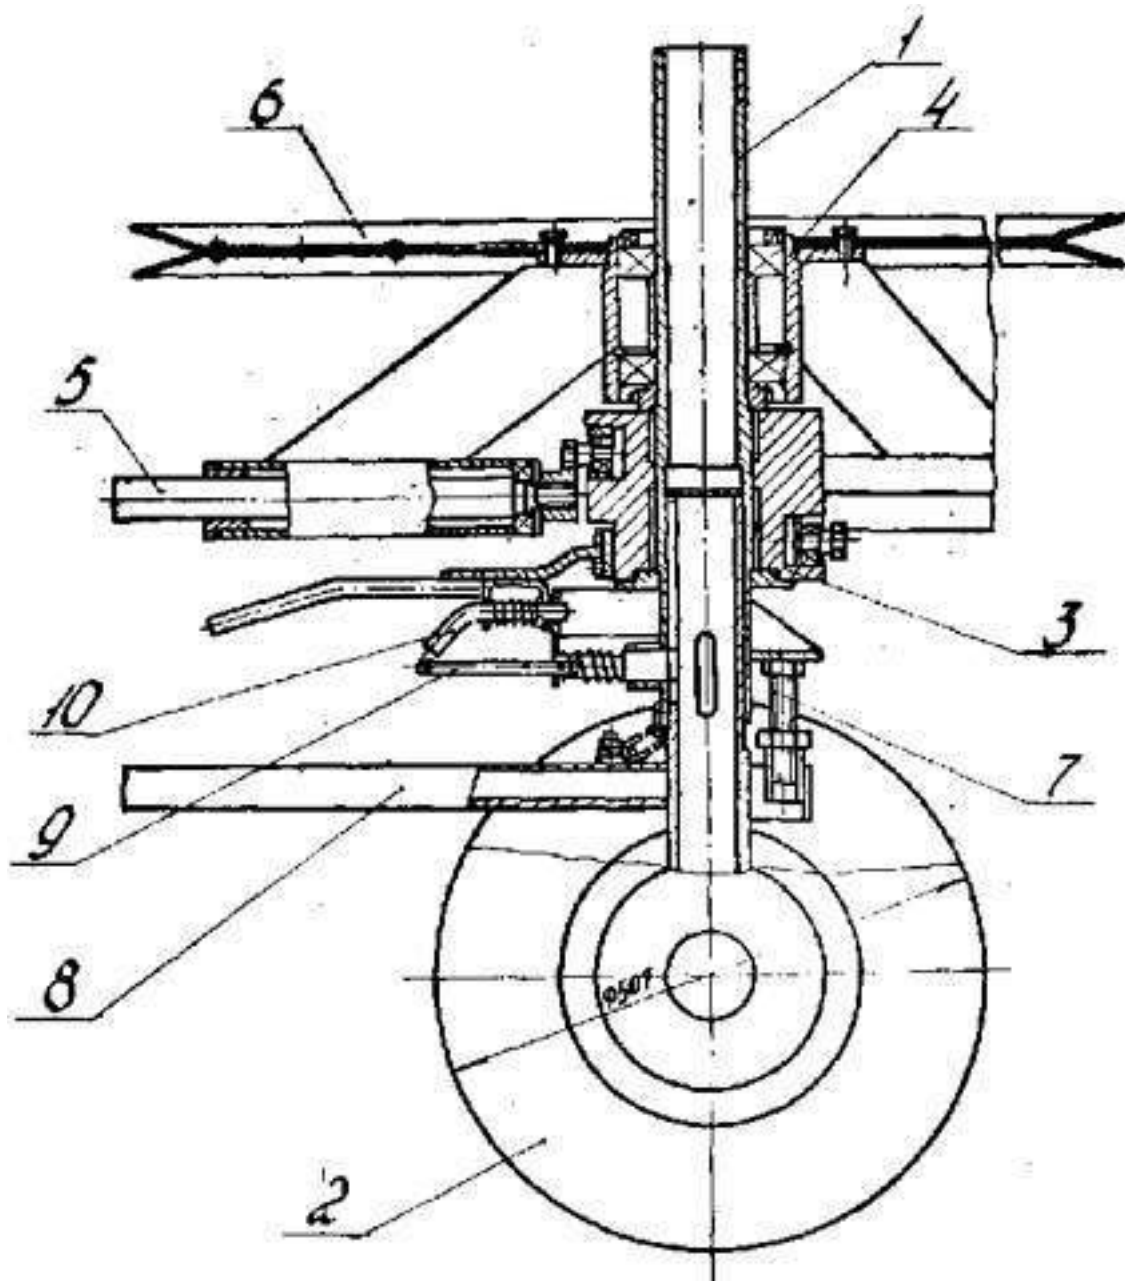
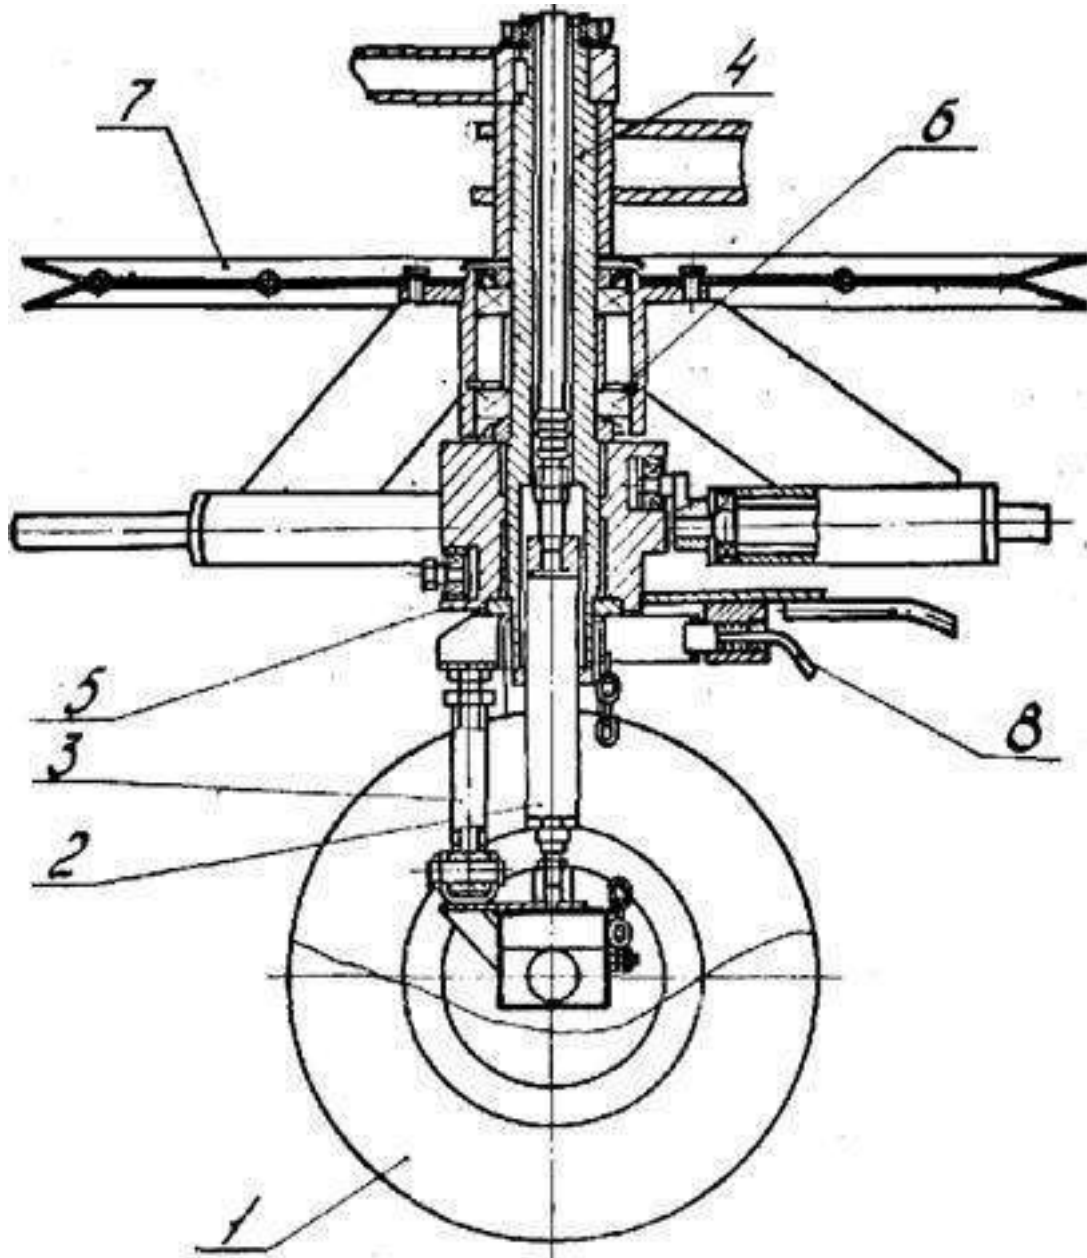

Рис. 1.4. Ротор левый
Рис. 1.5. Ротор правый
1.4. Ротор левый 3 состоит из корпуса 4 /рис.1.4/, в котором смонтированы граблины. Корпус ротора устанавливается на подшипниках качения на оси 1, нижняя часть которой опирается на колесный ход 2, В нижней части корпуса установлен копир 3, который может поворачиваться на оси и фиксируется в трех положениях ври помощи фиксатора 10. В верхней части корпуса крепится шкив 6. В транспортное или рабочее положение колесный ход 2 поворачивается ручкой 8 и фиксируется стопором 9.
1.5. Ротор правый состоит из корпуса 6 /рис.1.5/, в котором смонтированы граблины. Корпус ротора устанавливается на подшипниках качения на оси 4. Внутри оси расположен гидроцилиндр 2, служащий для подъема ротора и закрепленный на колесном ходе 1. В нижней части корпуса установлен копир 5, который поворачивается на оси и фиксируется в трех положениях фиксатором 6. В верхней части корпуса крепится шкив 7.
4.4.2. Установите колесный ход 1 правого ротора /рис.1.5/ рабочее положение /балка оси колес параллельно раме/ повернуть упор 3 на 90° /при этом болт должен находиться под кронштейном оси ротора/. Опустите ротор.
4.4.3. Установите колесный ход 2 левого ротора /рис.1.4/ в рабочее положение, тягой выведя стопор 9 из паза, повернув ручку 8 на 90° и зафиксировав стопором. Приспустите ротор прицепным устройством трактора так, чтобы колеса левого ротора находились на расстоянии 10...40 мм от поверхности почвы.
4.4.4. Отсоедините сницу от рамы 1 сняв фиксатор 14 /рис.1.4/ повернув руль трактора вправо, задним ходом переведите грабли в рабочее положение.
4.5. Отрегулируйте зазор между зубьями граблин и почвой. Зазор должен быть 10...20 мм и регулируется на левом роторе с помощью регулировочного болта 7 /рис.1.4/, а на правом роторе регулировочным болтом на упоре 3 /рис.1.5/.